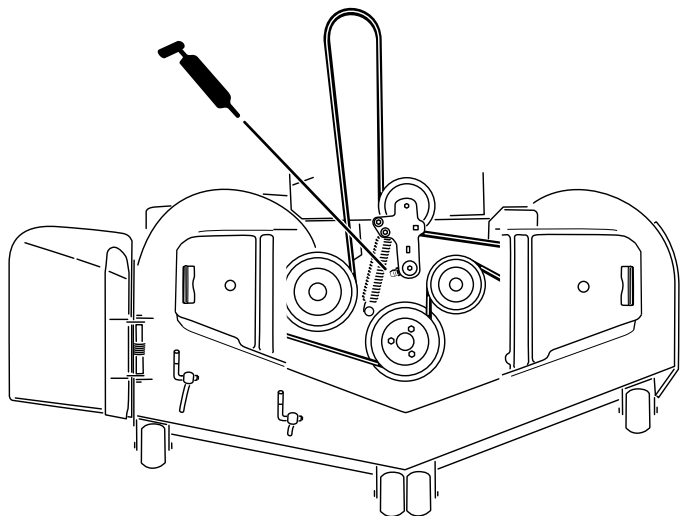

Figura 48
5. Lubrificate il perno della puleggia tendicinghia del piatto di taglio finché non fuoriesce grasso dalla parte inferiore (Figura 48).